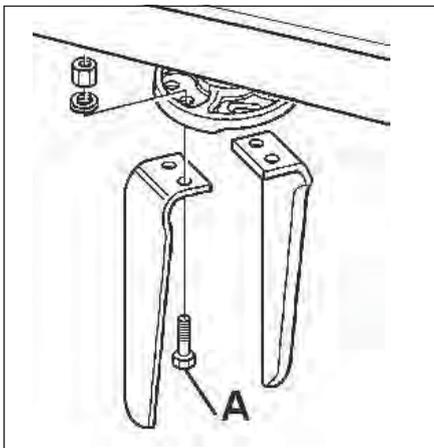

Fig. 33
- Svitare i bulloni di fissaggio **A** (Fig. 33) e togliere i denti a lama usurati.
- Dévisser les boulons de fixation **A** (Fig. 33) et déposer les dents à lame usées.
- Die Befestigungsschrauben **A** (Abb. 33) losdrehen und die verschlissenen Messerzinken entfernen.
- Unscrew the fixing bolts **A** (Fig. 33) and remove the worn blades.
- Desenroscar los bulones de fijación **A** (Fig. 33) y quitar los dientes de cuchilla gastados.